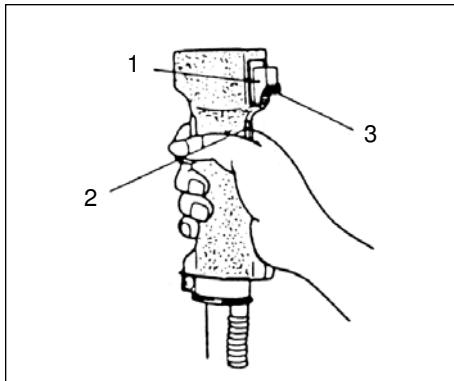

Fig.2-2
Start (Fig. 2-2, 2B)
1. Sæt tændingskontakten (1) på positionen ON. (Fig. 2-2, 2B)
2. Tryk sikkerhedsafbryderen (2) (hvis monteret) ind, træk i gashåndtaget, og tryk på låseknappen (3). Slip derefter først gashåndtaget langsomt og derefter sikkerhedsafbryderen. Det låser gashåndtaget i startpositionen.(Fig. 2-2, 2B)